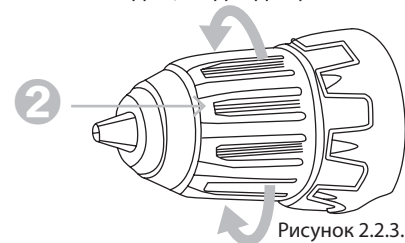

Рисунок 2.2.3. Установка оснастки
❶ Поверните втулку патрона «2» (рисунок 2.2.3.) против часовой стрелки для открытия зажимных кулачков настолько, чтобы можно было вставить оснастку.
❷ Вставьте оснастку в патрон «2» как можно глубже.
❸ Поверните втулку по часовой стрелке для затяжки патрона.
❹ Для снятия биты, поверните втулку «2» против часовой стрелки.